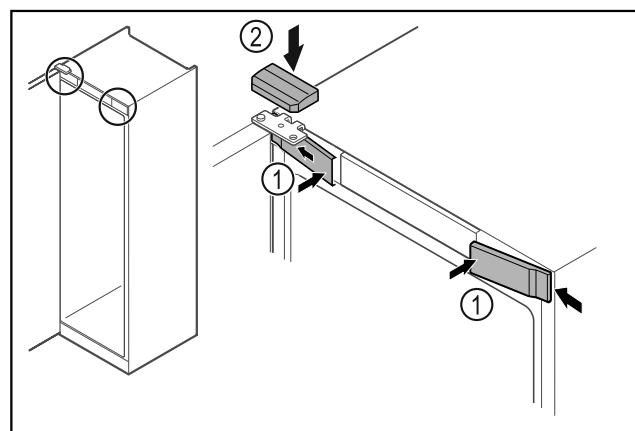

Fig. 59
- ▶ Enganchar las cubiertas delanteras Fig. 59 (1) lateralmente y encajarlas.
- ▶ Encajar la cubierta superior Fig. 59 (2) desde arriba.